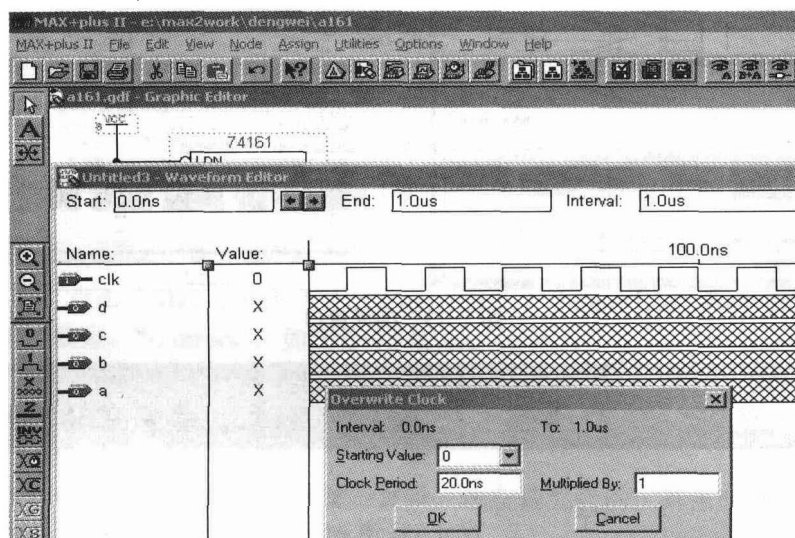

图 1-16 设置时钟周期
(11) 选中 clk 的 Value 单击左键使之变黑, 用左边显亮的工具条时钟 (点击), 选 “Clock-Period” (时钟周期), 如图 1-16 所示。